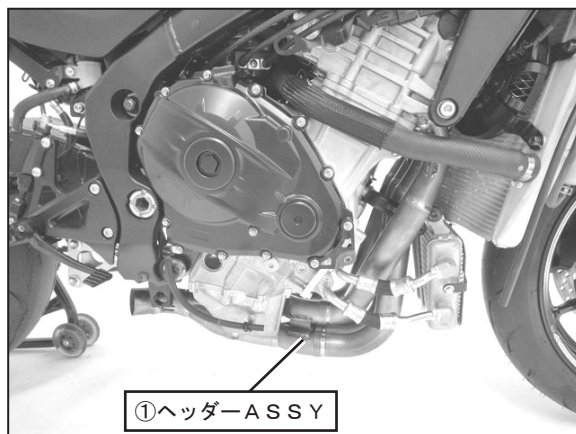

FIG. 3
7. ①ヘッダーASSYを手順6で取り付け、⑦口金ジョイントに奥までしっかり差し込み、排気漏れがないように、フランジ部のボルトを規定トルクで均等に締め付けます。次に、⑨穴あきキャップボルトM8×25と①ヘッダーASSYに⑱マフラスプリング(フローティング)を取り付けて下さい。(FIG. 3, 4 参照)
8. ①ヘッダーASSYのセンサーボスに⑳プラグ、又は社外品A/Fセンサー(M18)を取り付けます。
④センサーを使用しない場合